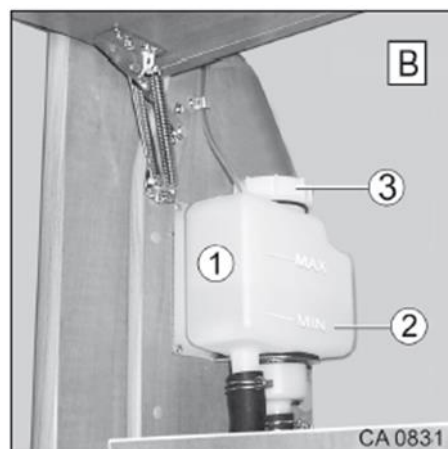

Fig. 183 Vase d'expansion
1. Tourner le raccord vissé sur le vase d'expansion (Fig. 183/3) dans le sens anti-horaire.
2. Verser le mélange de glycol dans le récipient (Fig. 183/1).
Le niveau de remplissage (à une température ambiante de 20 °C) doit se situer environ un centimètre au-dessus du repère Min (Fig. 183/2).